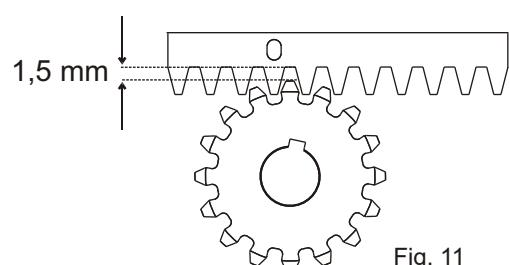

Fig. 11
5.6. Toute la crémaillière doit être élevée de 1,5 mm pour éviter que le poids du portail repose sur le pignon (Fig. 11);